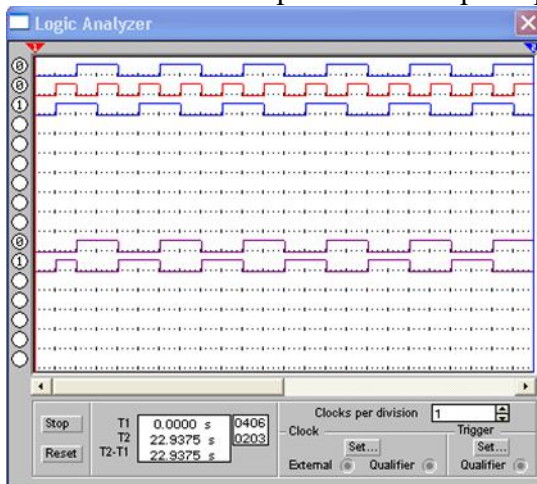

Рис.4. Диаграмма работы синхронного RS-триггера
2.4. Получите с помощью логического анализатора временные диаграммы для диаграммы работы асинхронного RS-триггера (рис.4). Зарисуйте диаграммы в отчет.